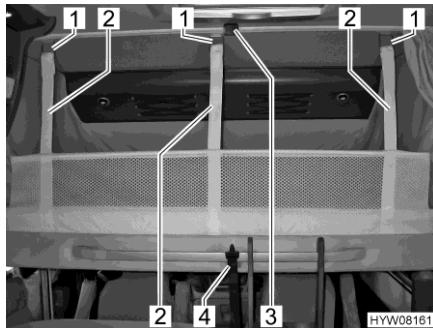

Fig. 95 Rete protettiva (montata)
- Staccare la cintura di ritegno (Fig. 95,4).
- Staccare le cinture di ritegno (Fig. 95,2) e sistemare la rete protettiva sotto il materasso.
- Assicurare il letto basculante al soffitto (Fig. 95,3) mediante la cintura di ritegno (Fig. 95,4).
- Aggiungere le cinture di ritegno (Fig. 95,2) ai ganci (Fig. 95,1) del soffitto.